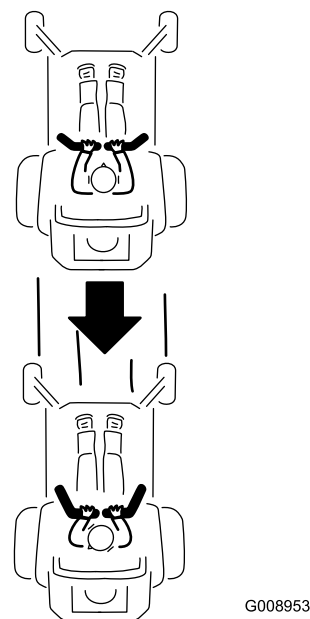

Figure 20
2. Pour vous déplacer en marche arrière, tirez lentement les leviers en arrière (Figure 20).